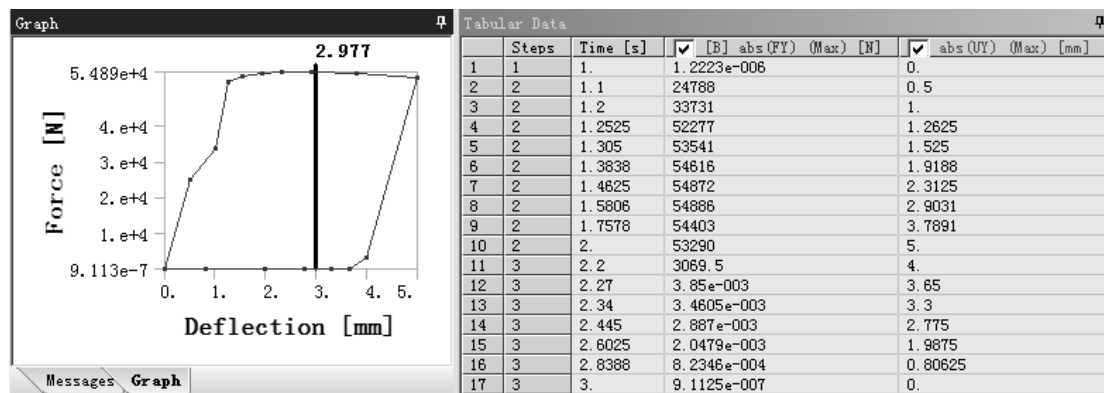

图 9.7.39 FY 与 UY (力与位移) 之间的关系图表
(1) 定义图表设置。(注：本步的详细操作过程请参见随书光盘中 video\ch09.07\文件下的语音视频讲解文件“ nonlinear_analysis-r06.exe ”。)
(2) 查看图表结果。展开“ Graph ”窗口，观察到 FY 与 UY (力与位移) 之间的关系不再是线性关系，如图 9.7.39 所示。